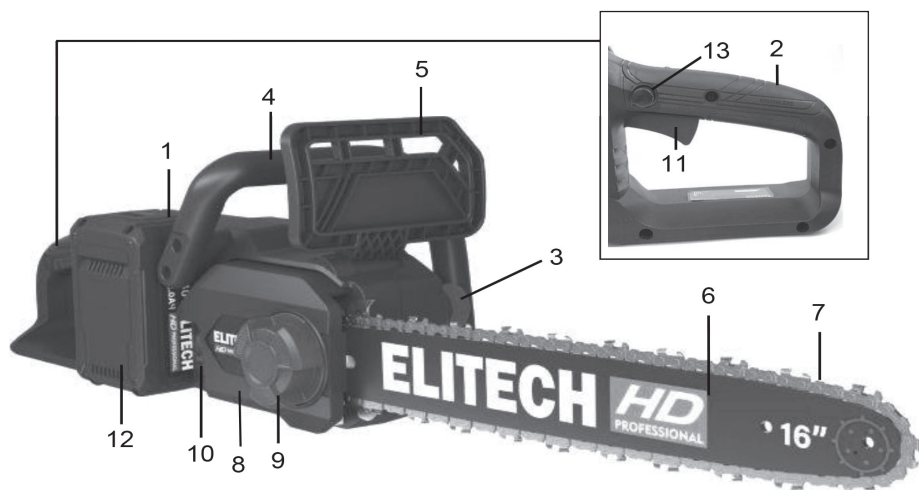

Рис. 5
1. Перед установкой шины и цепи убедитесь, что инерционный тормоз цепи разблокирован. Для этого потяните рычаг инерционного тормоза 5 (рис. 5) на себя.
2. Поворачивая ручку 9 (рис. 5) против часовой стрелки, открутите ее и снимите кожух ведущей звездочки.
5. Установите на место крышку сцепления и закрутите ручку механизм фиксации шины 9 (рис. 5) от руки.
ВНИМАНИЕ! Убедитесь, что штифт натяжителя цепи вошел в отверстие на шине. Если этого не произошло, ослабьте против часовой стрелки ручку механизма натяжения цепи 10 (рис. 5) и повторите установку крышки сцепления.
8. После регулировки натяжения цепи затяните ручку 9 (рис. 5).
1. Ослабьте ручку 9 (рис. 5) вращая ее против часовой стрелки.
ручку натяжения цепи 10 (рис. 5) до тех пор, пока цепь не будет плотно прилегать к нижней части шины.
Для модели CS 2012BLPK ручку натяжения цепи 10 (рис. 5) для натяжения цепи нужно крутить по часовой стрелке.
Для модели CS 4016BLK ручку натяжения цепи 10 (рис. 5) для натяжения цепи нужно крутить в сторону значка «+» на корпусе пилы.
3. Зафиксируйте шину ручкой механизма фиксации шины 9 (рис. 5).
Аккумуляторная пила оборудована инерционным тормозом цепи 5 (рис. 5), который уменьшает вероятность травмы из-за отскока пилы или падения оператора в результате потери равновесия.
Для заправки масла для смазки цепи открутите крышку масляного бака 3 (рис. 5), залейте в бак масло и закрутите крышку масляного бака.